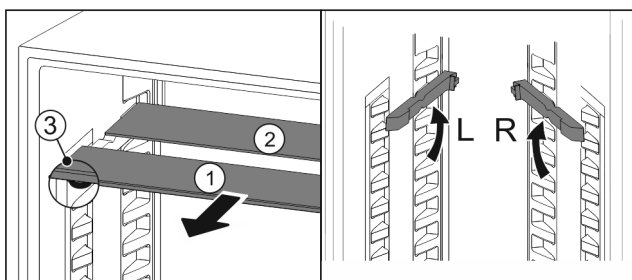

Fig. 147
- Tërhiqni një nga një pllakat e xhamit nga përpara Fig. 147 (1).
- Pllaka e xhamit Fig. 147 (1) me kornizën ndodhet përpara.
- Ndaluesit Fig. 147 (3) janë të drejtuar për poshtë. Pajisjet me dhomë ngrirjeje: